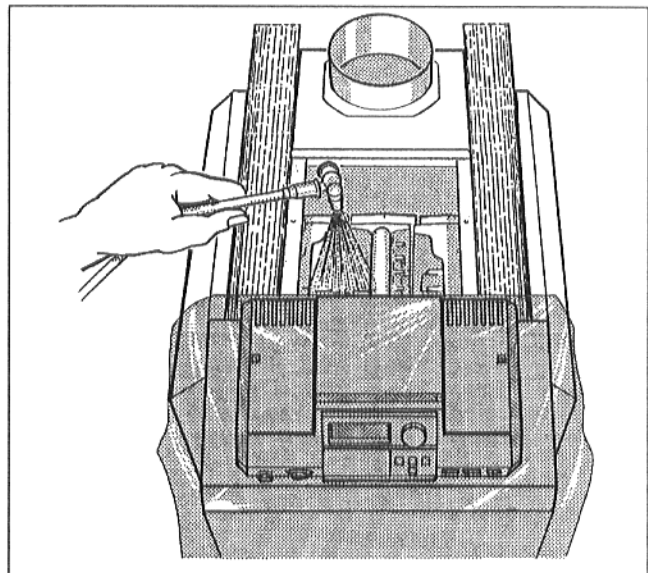

Fig. 44 Nettoyage par pulvérisation
- Pulvériser le produit nettoyant uniformément par le haut dans les conduites de gaz (Fig. 44).
- Replacer la soupape d'étranglement (Fig. 44).